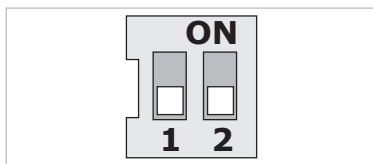

Fig. 24: Conmutador DIP
El conmutador DIP (Fig. 9 pos. 6/ Fig. 24) se encuentra bajo la cubierta de la carcasa.